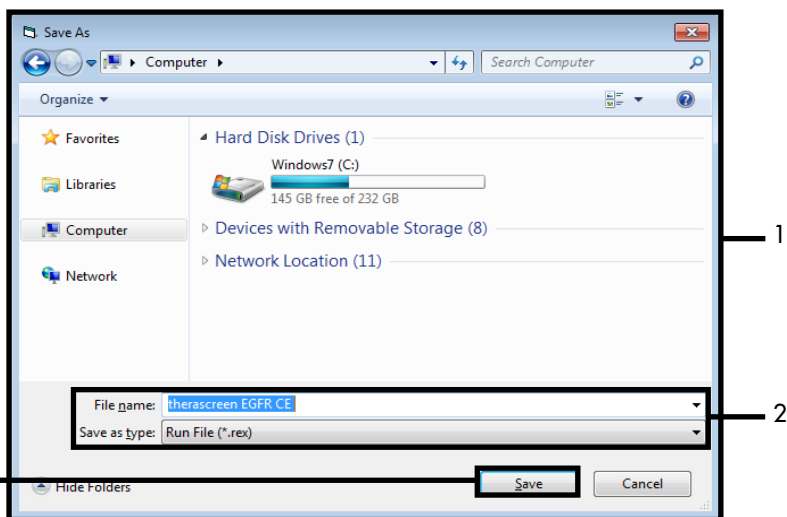

Figura 15. Ventana "Save As" (Guardar como) (1). 2 = Campos "File Name" (Nombre de archivo) y "Save as type" (Guardar como tipo), 3 = "Save" (Guardar).
17. Se abre la ventana “Save As” (Guardar como). Introduzca un nombre de archivo adecuado y guarde la serie de PCR como un archivo de ejecución *.rex en la ubicación seleccionada. Haga clic en Save (Guardar) (figura 15).